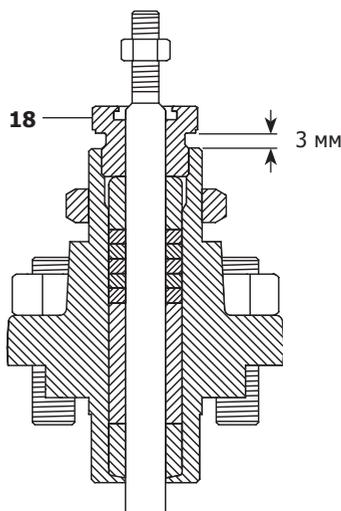

Рис. 28
- Подтяните нажимную гайку (18):
- ii) Графитовое уплотнение: пока не будет достигнут зазор в 3 мм между гайкой и крышкой клапана (см. рис. 28)
- Накрутите на шток гайку (3).